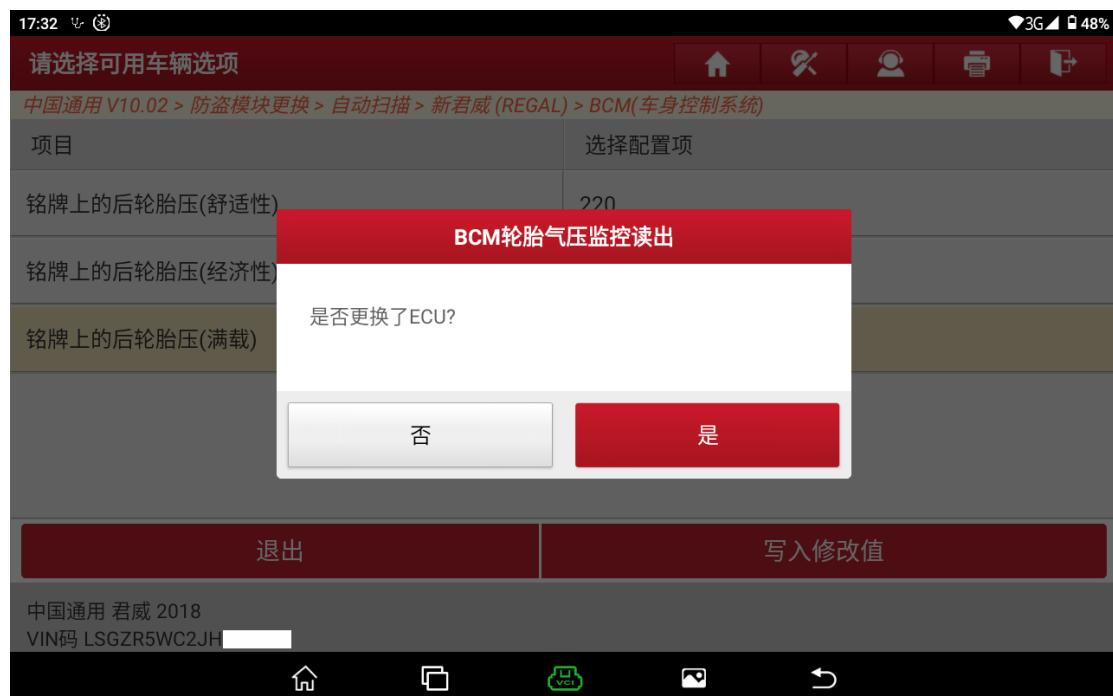

图 68
68. 如果更换了 ECU 点击“是”，否则点击“否”，如图 68。